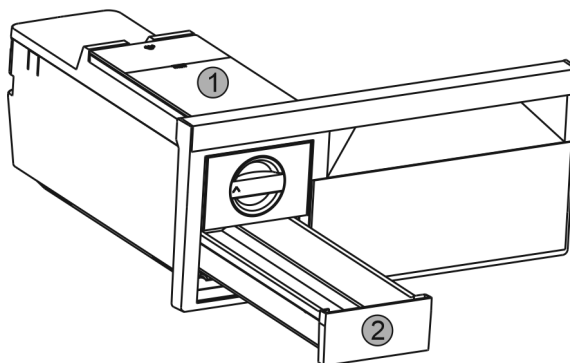

Fig. 62
- ▶ Wassertank Fig. 62 (1) und Eiswürfel-Schubfach Fig. 62 (2) entnehmen.